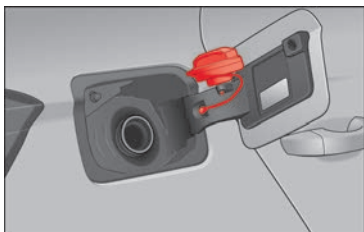

Abb. 64 Tankklappe mit aufgestecktem Tankverschluss.
- Platzieren Sie den Verschluss in der Aussparung, die sich im Scharnier der geöffneten Tankklappe befindet »» **Abb. 64**.